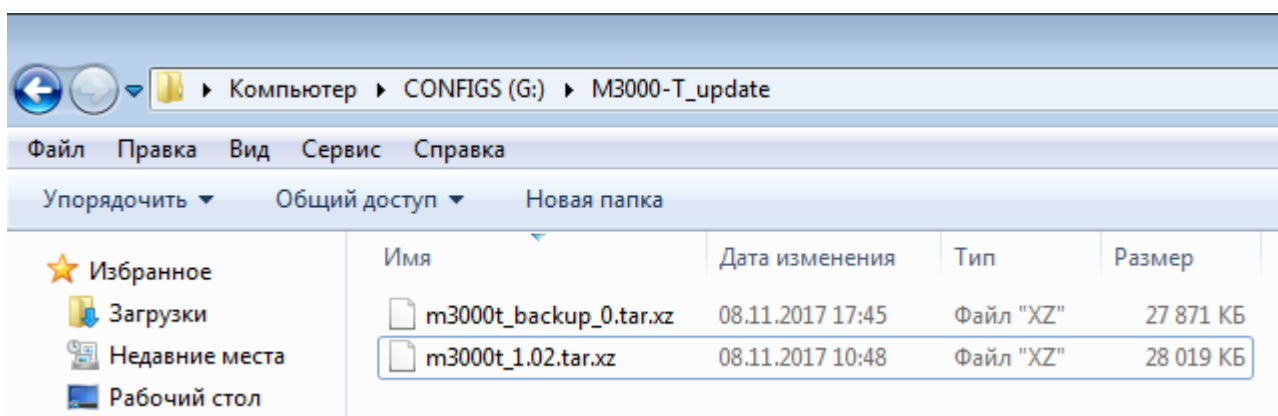

Рисунок 8. Расположение файла обновления версии ПО на SD-карте.
- 1) Записать файл обновления версии ПО с именем, например: «m3000t_1.02.tar.xz» на SD-карте в каталоге с названием: «M3000-T_update». В процессе изменения версии программного обеспечения производится резервное копирование заменяемой версии контроллера для того, чтобы при необходимости можно было произвести «откат» к исходному ПО. В связи с этим необходимо обеспечить двукратный резерв свободной памяти на SD-карте (см. Рис. 8).